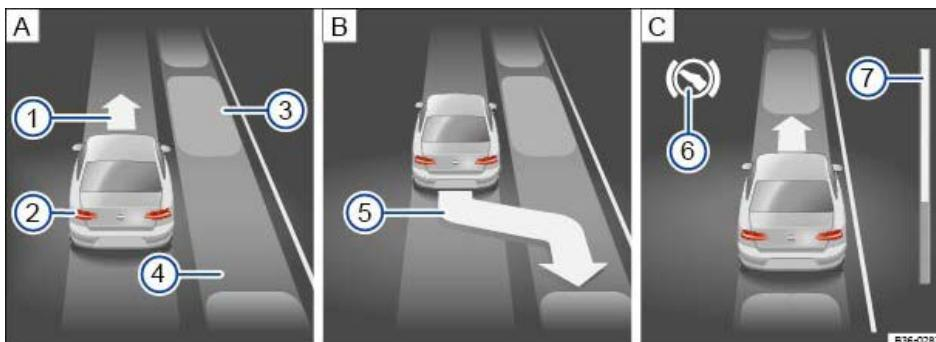
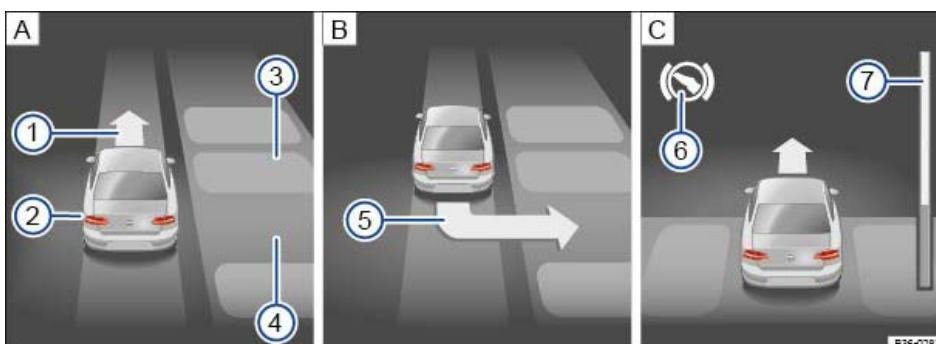

Abb. 211 Im Display des Kombi-Instruments: Einparken parallel zur Fahrbahn. Parklücke suchen, Position zum Einparken, Rangieren.
Abb. 212 Im Display des Kombi-Instruments: Einparken quer zur Fahrbahn. Parklücke suchen, Position zum Einparken, Rangieren.
Legende zu => Abb. 211 und => Abb. 212 :
Die Fortschrittsbalkenanzeige \Rightarrow Abb. 211 bzw. \Rightarrow Abb. 212 im Display des Kombi-Instruments zeigt symbolisch die noch zu fahrende relative Distanz an. Je länger die Distanz, desto größer der Füllstand des Fortschrittsbalkens. Bei Vorwärtsfahrt nimmt die Füllung des Fortschrittsbalkens nach oben ab und bei Rückwärtsfahrt nimmt die Füllung des Fortschrittsbalkens nach unten ab.
2.	Anzeige im Display des Kombi-Instruments beachten, ob die Parklücke als geeignet erkannt und die richtige Position zum Einparken erreicht wurde \Rightarrow Abb. 211 B bzw. \Rightarrow Abb. 212 B . Nur wenn die Aufforderung zum Einparken im Display des Kombi-Instruments angezeigt wird, wurde die Parklücke als geeignet erkannt.
6.	Rückwärtsfahren, bis das Dauertonsignal des ParkPiloten ertönt. ODER: Rückwärtsfahren, bis die Aufforderung zum Vorwärtsfahren \Rightarrow Abb. 211 A (1) bzw. \Rightarrow Abb. 212 A (1) im Display des Kombi-Instruments erscheint. ODER: Rückwärtsfahren, bis die Meldung Park Assist beendet! im Display des Kombi-Instruments angezeigt wird. Der Fortschrittsbalken zeigt die zu fahrende Distanz an \Rightarrow Fortschrittsbalken .
9.	Vorwärtsfahren, bis zum Dauertonsignal des ParkPiloten. ODER: Vorwärtsfahren, bis die Aufforderung zum Rückwärtsfahren im Display des Kombi-Instruments erscheint. Der Parklenkassistent lenkt das Fahrzeug so lange beim Vorwärts- und Rückwärtsfahren, bis das Fahrzeug gerade in der Parklücke steht \Rightarrow Abb. 211 C bzw. \Rightarrow Abb. 212 C .